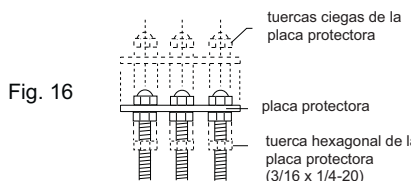

Fig. 16
**A.** Sacar las tuercas ciegas, placa protectora, tuercas hexagonales de la placa protectora, y el anillo del cable del sensor (fig. 16).